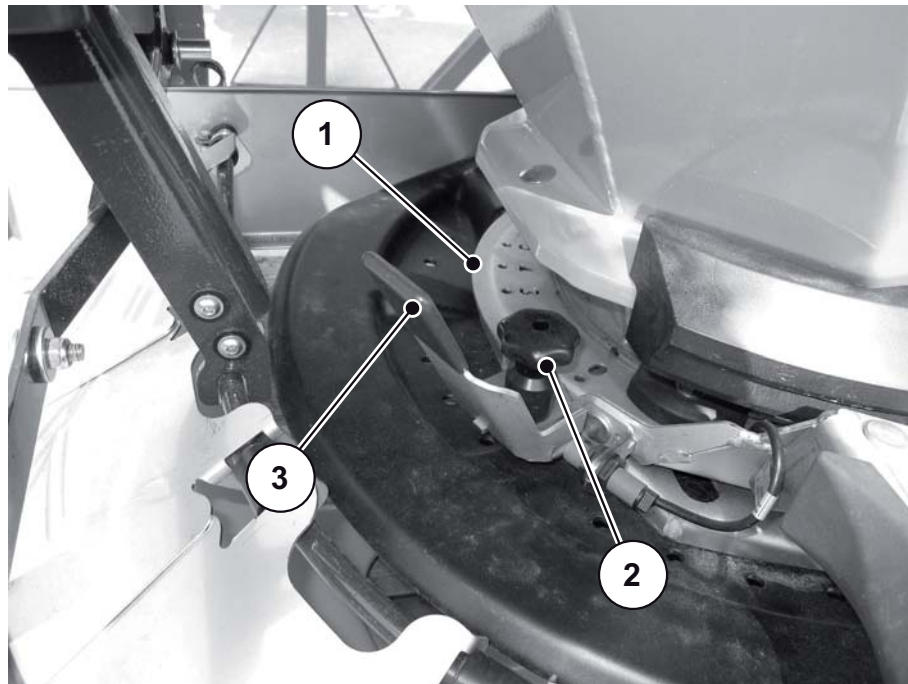

Bild 7.9: Inställning av halvssidesslid
- Sänk den högra spridningsbredds begränsningen och stäng halvsidessliden (se bild 7.9).